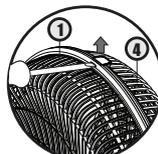

Figura 12
- Para remover a grade frontal, deve-se introduzir a ponta da chave de fenda em cada uma das fendas localizadas na sua borda, pressionando as linguetas para fora e liberando as 5 (cinco) travas conforme a figura 12.